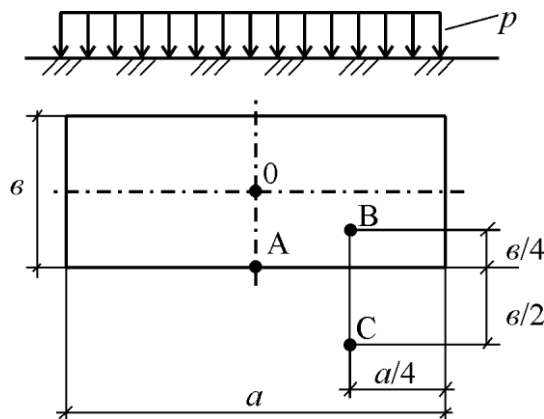

Рис. 3
4.3. Определить величину равномерно распределенного по прямоугольной площадке давления p , если в одной из точек (O , A , B или C), лежащих на глубине z от поверхности грунта, величина сжимающего напряжения равна σ_z (рис. 3).